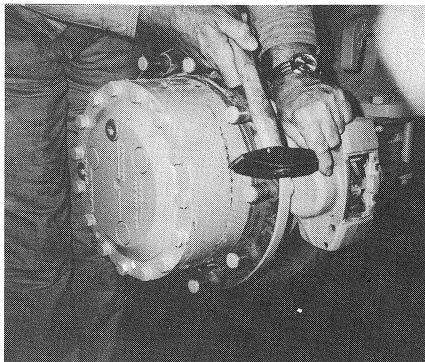

Bild 51
- Before the filter cartridge is mounted, check the seals for damage and press in the releasing button of the vacuum indicator (Fig. 51/arrow); the red "service field" becomes transparent.
- Avant de monter la cartouche de filtre, vérifier l'état des joints et enfoncez le déclencheur de l'indicateur de dépression (fig. 51/flèche), le signal rouge de "service" devient transparent.
- (1) Rad abbauen.
- (2) Abdeckblech vom Bremssattel entfernen.
- (3) Oberen Haltestift mit Dorn austreiben (Bild 51).
- (1) Dismount the wheel.
- (2) Remove cover plate from caliper.
- (3) Expel upper locking pin by means of a drift (Fig. 51).
- (1) Démonter la roue.
- (2) Enlever la tôle protectrice de l'étrier.
- (3) Chasser la goupille de fixation supérieure à l'aide d'un poinçon (fig. 51).